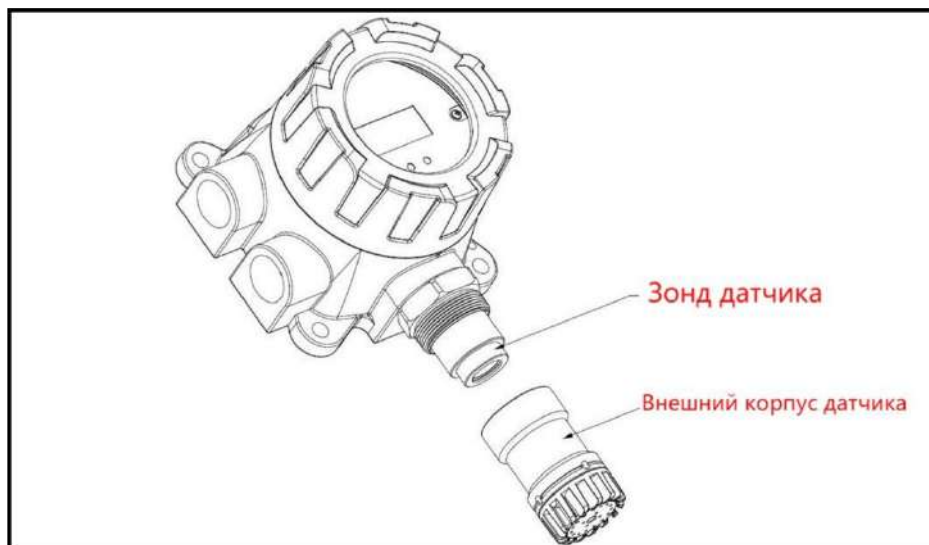

Рис. 22 : Замена датчика
- 1) Находясь в безопасном месте, против часовой стрелки открутите внешний корпус датчика (См. Рис. 22)